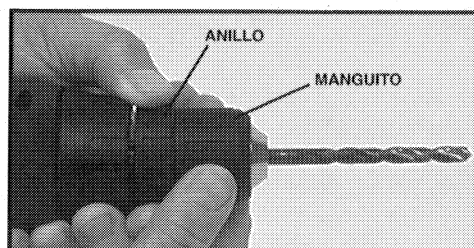

Fig. 4
5. Para apretar el mandril, agarre el anillo del mandril (vea Fig. 4) con una mano y dé vuelta al manguito exterior en sentido a las manecillas del reloj. Apriételo bien.